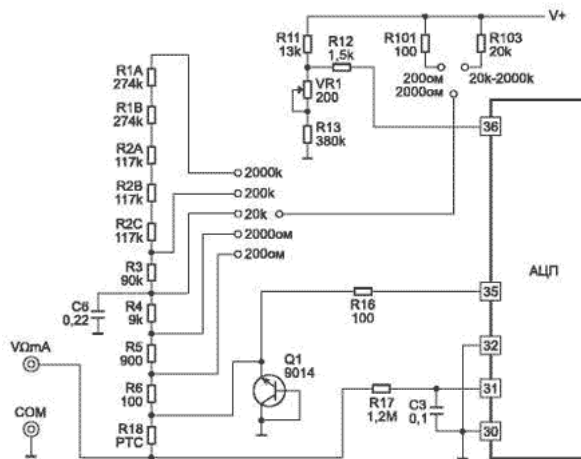

Рис. 6. Упрощенная схема мультиметра в режиме измерения сопротивления
Упрощенная схема мультиметра в режиме измерения сопротивления представлена на рис. 6. В режиме измерения сопротивления используется зависимость, выраженная формулой (2). На схеме видно, что один и тот же ток от источника напряжения $+U$ протекает через опорный резистор $R_{оп}$ и измеряемый резистор R_x (токи входов 35, 36, 30 и 31 пренебрежимо малы) и соотношение U_{BX} и $U_{оп}$ равно соотношению сопротивлений резисторов R_x и $R_{оп}$. В качестве опорных резисторов используются R1...R6, в качестве токозадающих используются R10 и R103. Защита АЦП обеспечивается терморезистором R18 [в некоторых дешевых моделях используются обычные резисторы номиналом 1...2 кОм), транзистором Q1 в режиме стабилитрона (устанавливается не всегда) и резисторами R35, R16 и R17 на входах 36, 35 и 31 АЦП.